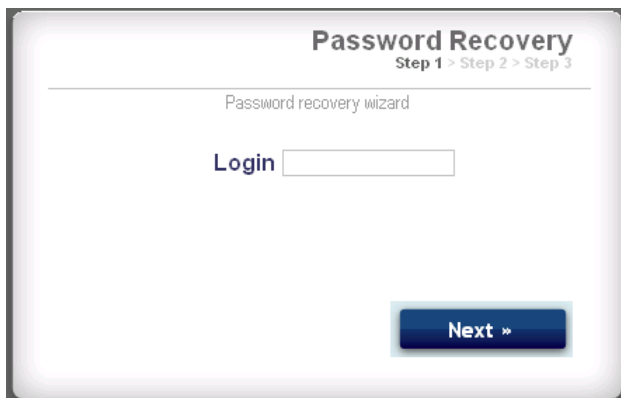

FIGURA 44. Recupero Password Passo 1
2. Vedere FIGURA 44. Il sistema vi chiederà il nome utente. Immettere il nome scelto nel passo 5 a pagina 23, poi cliccare su Next.